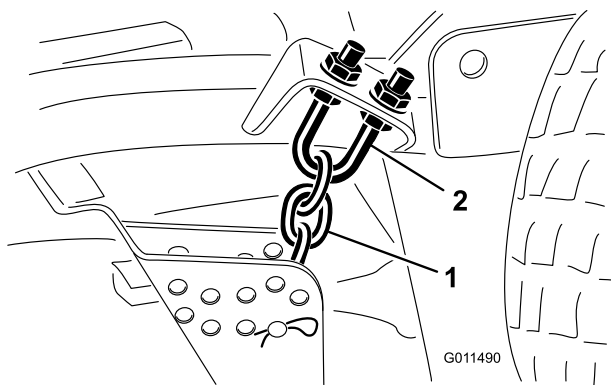

Figura 77
1. Desaperte as porcas de bloqueio na zona superior ou inferior da cavilha em U da correia da altura de corte (Figura 77).